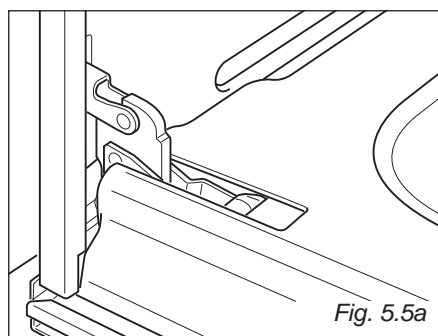

Fig. 5.5a
- Abra la puerta completamente (fig. 5.5a).